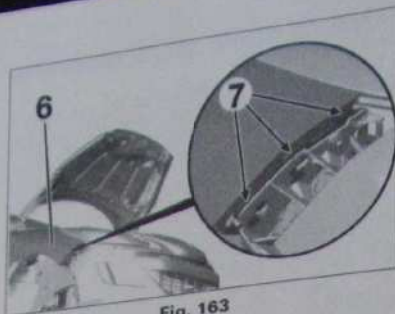

Fig. 163
• Dégrafer en (7) (Fig. 163).
• Dégager la partie avant de l'aile (6).